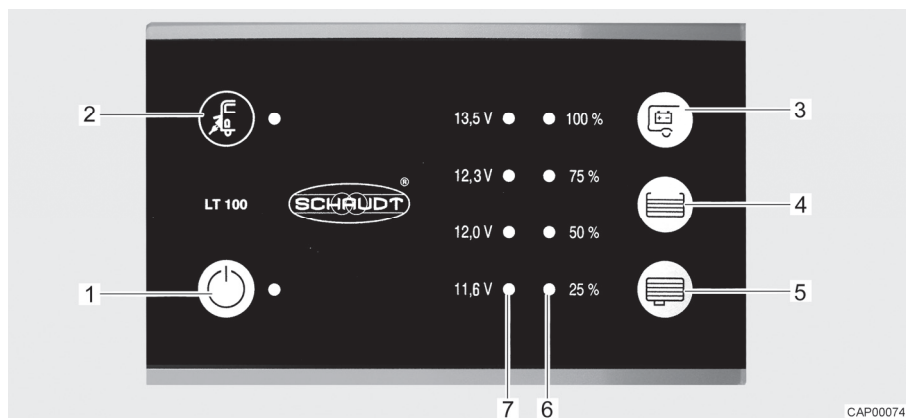

Fig. 50 Pannello di controllo (LT 100)
Il LED giallo accanto al simbolo del collegamento a rete "⚡" (Fig. 50,2) si accende, quando il veicolo è collegato a un'alimentazione di rete esterna. Il LED si accende anche se il pannello di controllo è spento.
L'interruttore principale a 12 V (Fig. 50,1) inserisce o disinserisce il pannello di controllo e l'alimentazione a 12 V dell'abitacolo.
Accensione: ■ Premere l'interruttore "⏻" (Fig. 50,1): L'alimentazione a 12 V dell'abitacolo è inserita. Il LED diventa verde.
Spegnimento: ■ Premere di nuovo l'interruttore "⏻" (Fig. 50,1): L'alimentazione a 12 V dell'abitacolo è disinserita. Il LED si spegne.
La scala LED (Fig. 50,7) indica la tensione della batteria dell'abitacolo nel modo seguente:
- Premere il tasto "E" (Fig. 50,3): Viene indicata la tensione della batteria dell'abitacolo.
La scala LED (Fig. 50,6) indica il livello del serbatoio dell'acqua potabile o del serbatoio delle acque grigie.
Premere il tasto "☰" (Fig. 50,4): Il livello di riempimento del serbatoio dell'acqua potabile è indicato dai LED accesi.
Premere il tasto "☷" (Fig. 50,5): Il livello di riempimento del serbatoio delle acque grigie è indicato dai LED accesi.